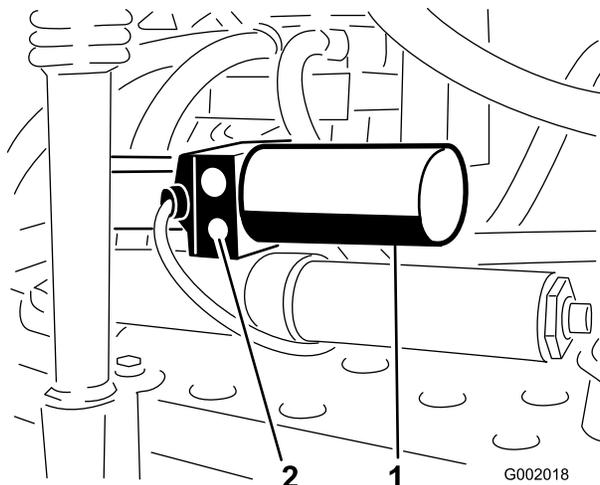

Figura 53
1. La valvola di sicurezza manuale è situata sull'attuatore di ogni barra. La valvola di sicurezza manuale è la valvola più piccola, che si trova solo su un lato del corpo dell'attuatore (Figura 53).